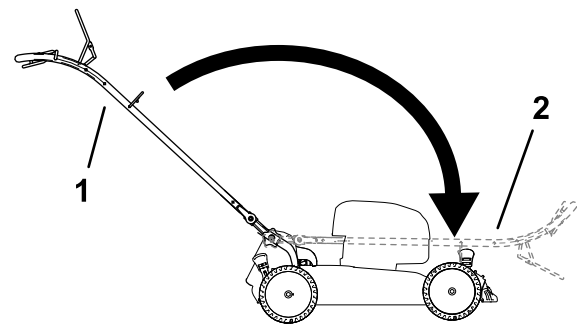

Figura 17
2. Doble el manillar girándolo hacia adelante (Figura 17).